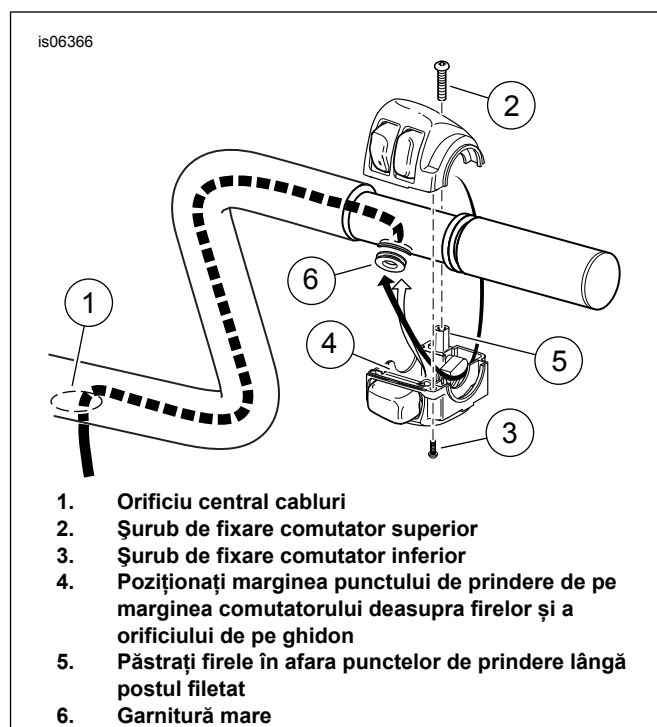

Figura 6. Direcționare fire carcasa comutator
- Consultați Figura 6. Cu ghidonul plasat pe o suprafață netedă și moale, cu capetele în sus, introduceți ușor fasciculul de sârme ale comutatorului pentru partea dreaptă în deschiderea mare de pe partea de dedesubt a noului ghidon și înspre deschiderea mare din centrul barei.